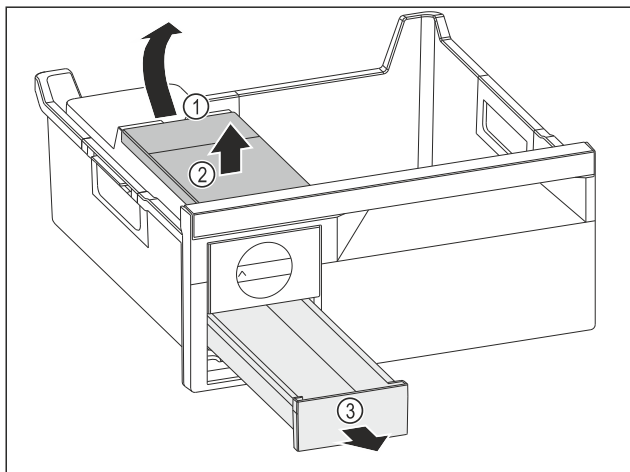

Fig. 90
- ▶ Watertank wegnemen: Watertank bij de uitsparing Fig. 90 (1) optillen.
- ▶ Watertank Fig. 90 (2) naar boven toe wegnemen.
- ▶ Ijsblokjesvak Fig. 90 (3) naar voren toe wegnemen.